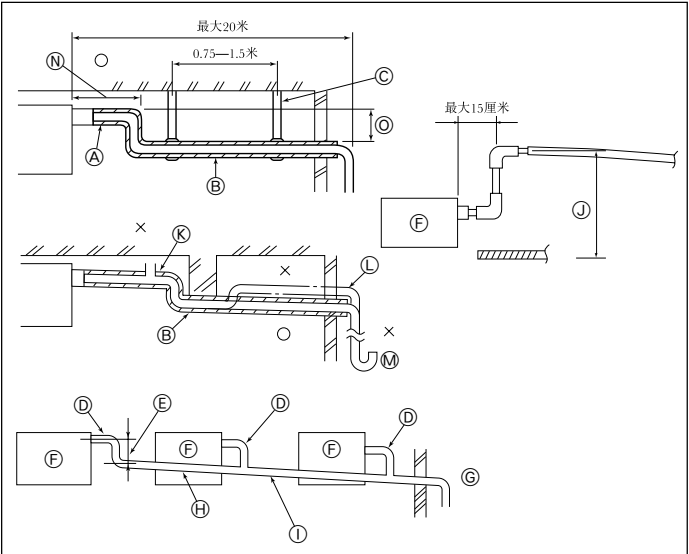

Fig. 3-4
3.3. 排水管作业 (Fig. 3-4)
- ① 正确配管
② 错误配管
③ 绝缘材料 (9毫米或者以上)
④ 斜度 (1/100或者以上)
⑤ 支承金属件
- ⑥ 排气孔